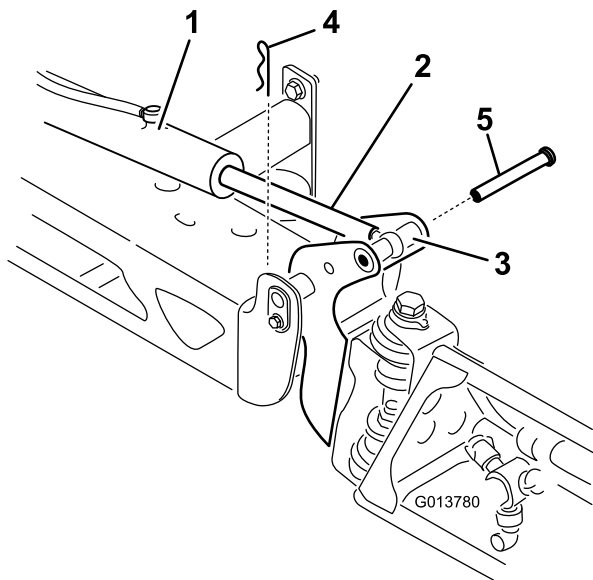

Bild 13
2. Nehmen Sie den Splint vom Lagerbolzen ab (Bild 13).
8. Heben Sie den Ausleger an, um das Scharnier mit der Aktuatorstange auszurichten. Halten Sie den Ausleger fest und stecken Sie den Stift durch das Scharnier des Auslegers und die Aktuatorstange (Bild 13).
3. Heben Sie den Ausleger an und nehmen Sie den Stift ab (Bild 13), senken Sie den Ausleger dann langsam auf den Boden ab.